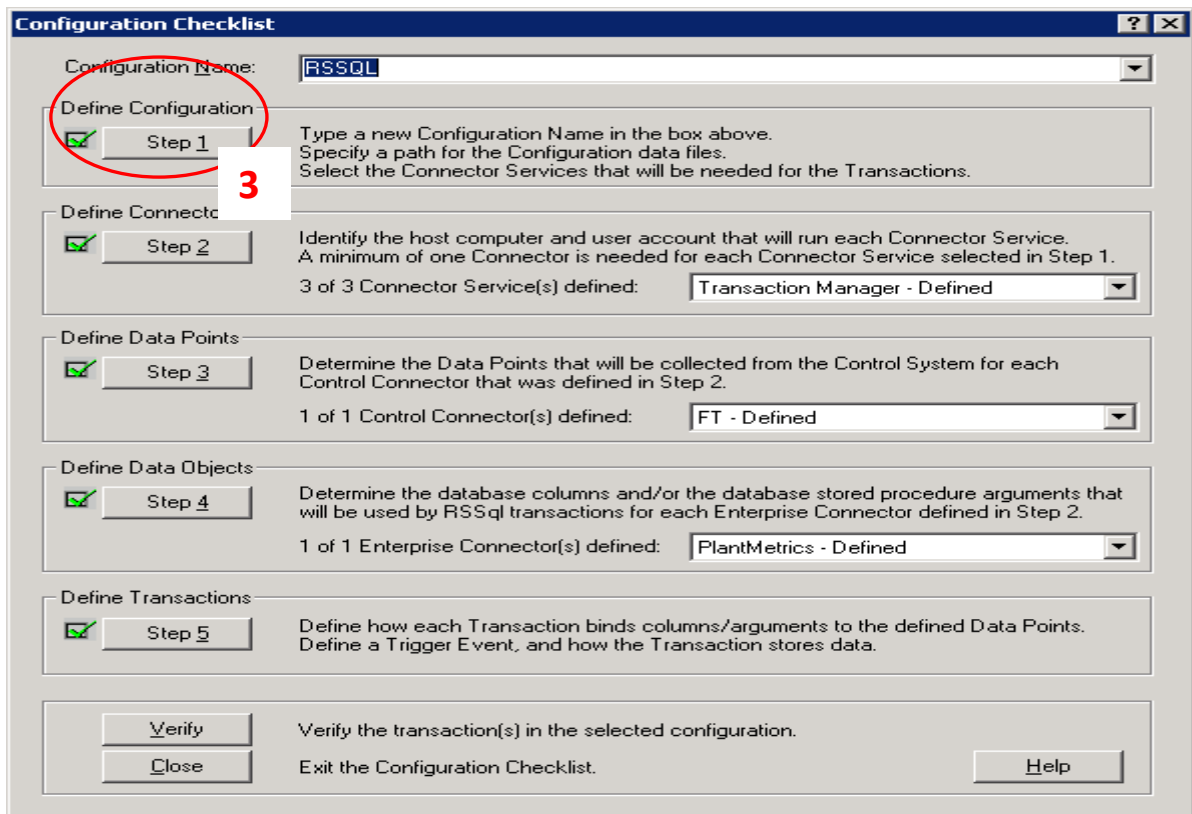

Imagen 78
3. - Se nos abrirá la siguiente ventana (Imagen 78). Tenemos que hacer clic en **Step 1**: